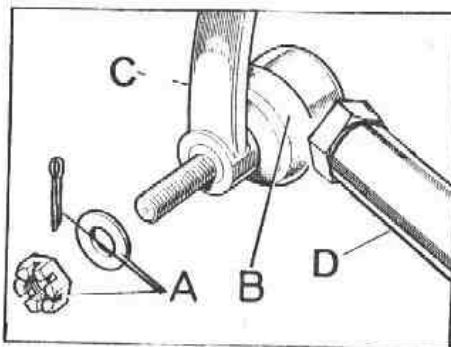

Fig. G-16 Fijación de la rótula
- 1.4. Quitar los elementos de fijación, A (Fig. G-16) de la rótula, B, en la barra longitudinal, D, a la bieleta de la caja de dirección, C.
- 2.3. Introducir el conjunto de la barra a lo largo de la parte superior del larguero del bastidor, y fijar la rótula, B (Fig. G-16) a la bieleta, C, de la caja de dirección, apretando la tuerca de la rótula con una tensión de 4 -- mkg y frenándola con su pasador.